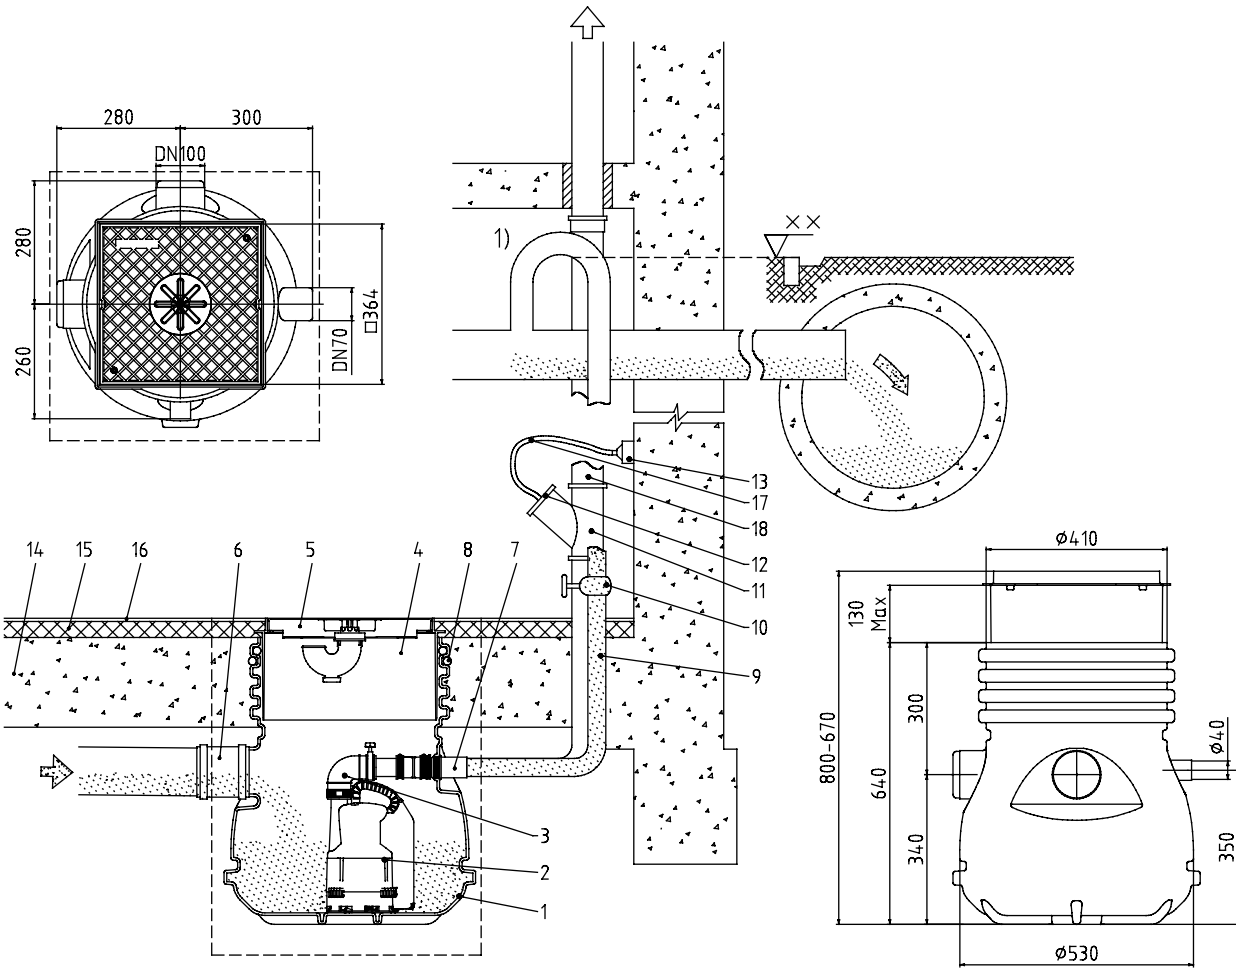

Fig. 1
• Installation and dimensions of the NIROLIFT/SANISETT, see Fig. 1,2,3,4,5,6
• Einbau- und Baumaße NIROLIFT/SANISETT, Siehe Fig. 1,2,3,4,5,6
• Installation et dimensions des NIROLIFT/SANISETT, voir Fig. 1,2,3,4,5,6